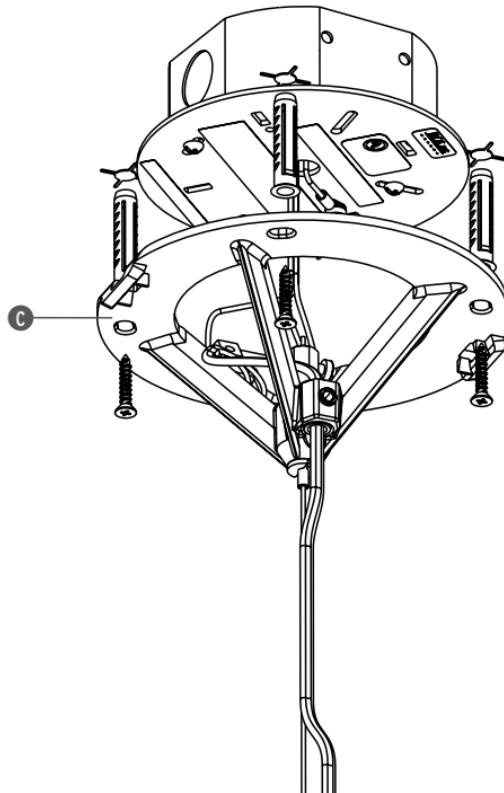

Fig. 1b
Fig.1b Fix the wall attachment (C) to the ceiling using the screws and expansion nogs; **WARNING:** taking into account the luminaire weight, it is necessary to ensure its suitable mechanical support (either with a fixing independent from the outlet box, as shown in fig. 2, or using a suitable ceiling fixture support (at least 30Kg/65lb).
Fig.1b Fixer la structure (C) au plafond en utilisant les vis et les vis tamponnées. **ATTENTION:** il faut que le support mécanique soit adapté au poids de la lampe (par l'intermédiaire d'un système de fixation indépendant de la boîte de connexion, comme montré sur la fig. 2, ou en utilisant un support pour plafond approprié (au moins 30kg/65lb). **NOTE:** Choisir et utiliser des systèmes d'ancre à vis adaptés aux surfaces sur lesquelles la structure doit être montée.
Fig.1b Fijar la estructura (C) al techo usando los tornillos y los tacos de expansión. **ATENCIÓN:** es necesario que el soporte mecánico sea adecuado al peso de la lámpara (a través de un sistema de fijación independiente de la caja de conexión, como enseñado en fig. 2) o usando un soporte para techos adecuado (por lo menos 30kg/65lb). **NOTA:** Elegir y usar sistemas de fijación con tornillo adecuados a la superficie sobre la cual hay que montar la estructura.